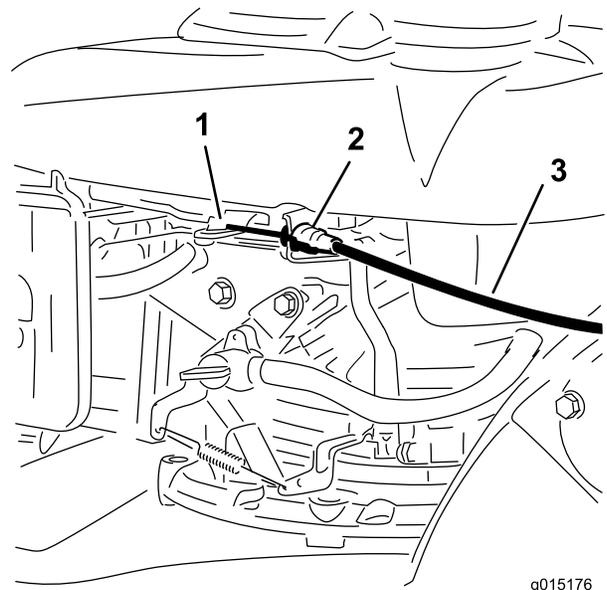

**Figura 5**
**Nota:** Puede ajustar la altura del manillar a dos posiciones diferentes (Figura 5). Seleccione el ajuste de altura del manillar que le sea más cómodo.